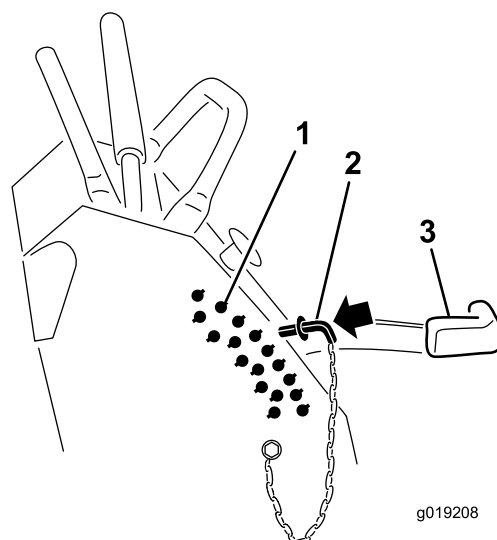

Figure 26
2. Placez la goupille dans le trou du support correspondant à la hauteur de coupe voulue (Figure 26).
3. Abaissez la commande de hauteur de coupe jusqu'à la goupille (Figure 26).